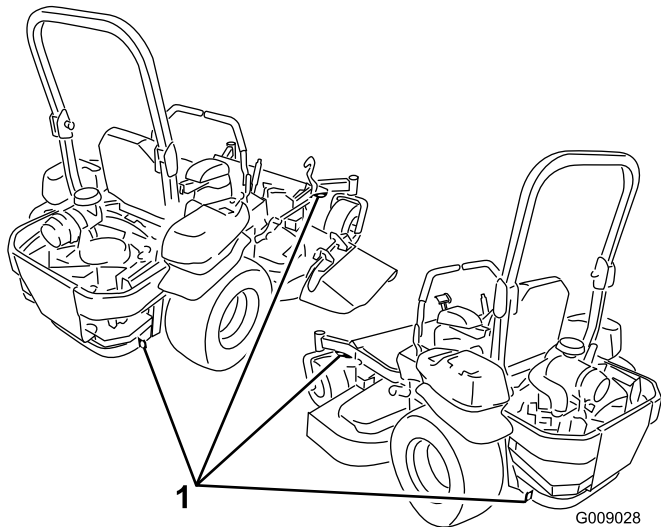

Figura 40
5. Utilice los bucles metálicos de amarre de la máquina para sujetar la máquina firmemente al remolque o al camión con correas, cadenas, cables o cuerdas (Figura 40).